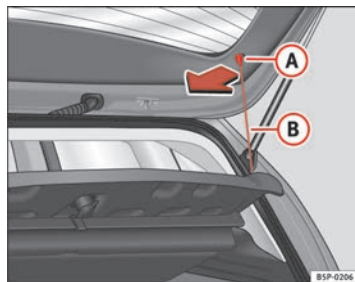

Abb. 123 Hutablage
- Die Streben ⇒ Seite 164, Abb. 123 **B** aus den Aufnahmen **A** aushängen.